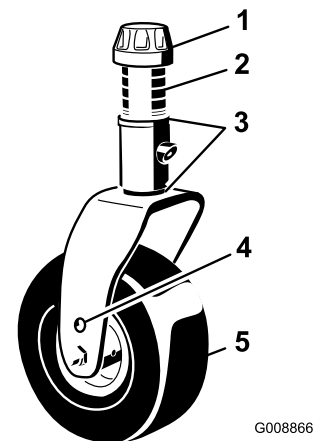

Figura 101
1. Retire a tampa de tensionamento do eixo roscado e desloque o fuso para fora do braço da roda giratória (Figura 101). Volte a montar os calços para levantar ou baixar a roda giratória até obter uma inclinação correta da unidade de corte.